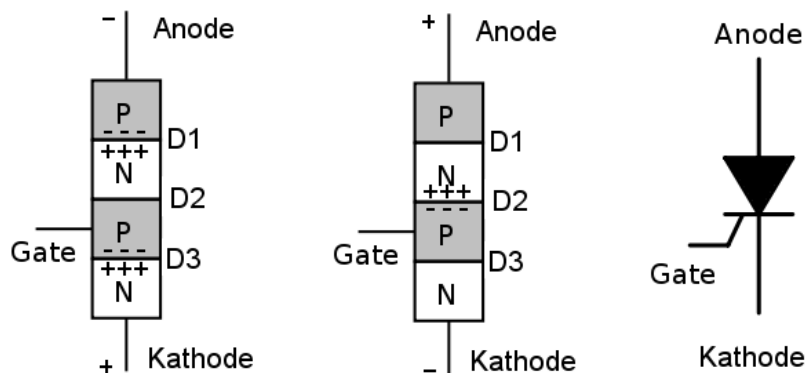

Bild 1.6: Prinzipieller Aufbau eines Thyristors
6. **Thyristoren** sind Halbleiter mit Schaltercharakteristik. Sie besitzen drei Anschlüsse – Anode, Kathode und Gate (Zünderlektrode) – und haben drei pn-Übergänge in der Folge pnpn (also einen mehr als der Transistor). Betrachten Sie dazu Bild 1.6: Legt man bei offenem Gateanschluss an Anode und Kathode eine Spannung wie links im Bild an (Anode negativ gegen Kathode), ist der